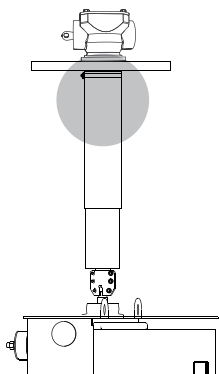

Рис. 60. Установите защитную трубку концом большего диаметра вверх
19. Установите защитную трубку концом большего диаметра к коническому редуктору. См. рис. 60.